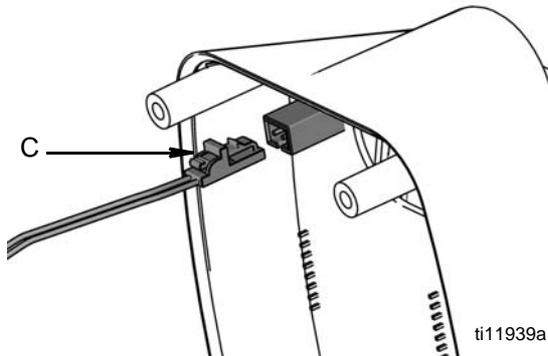

FIG. 34
16. **Medidores Prefijado y Matrix 15:** Vuelva a conectar el conector del solenoide (C) (FIG. 34).